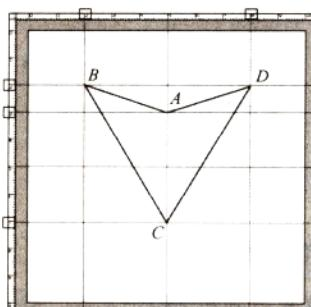

图 1-12
**1** 选“钢笔工具”在坐标A(5, 3)-B(2, 2)-C(5, 7)-D(8, 2)和A(5, 3)处点击鼠标，产生锚点，形成封闭曲线段。如图1-12所示。